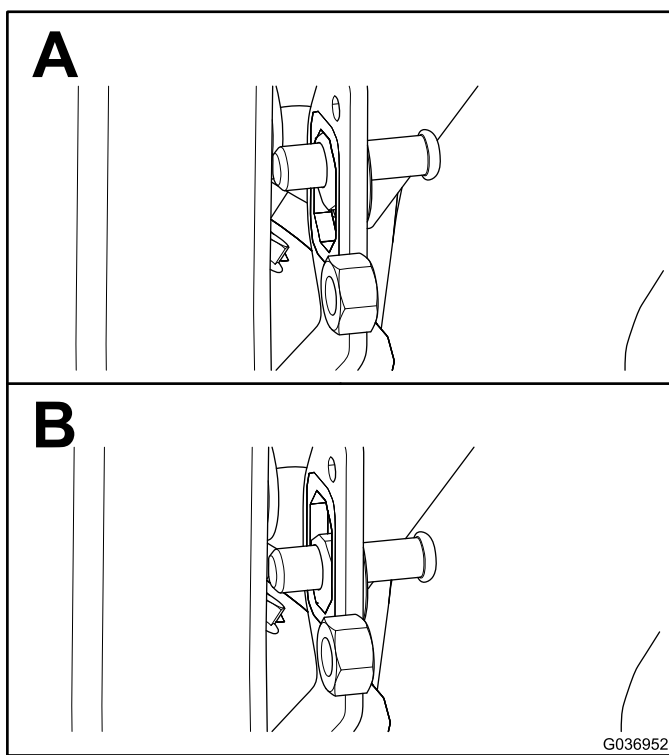

図 4
1. ラッチピンを、レール上のラッチピン取り付けブラケットの中央に合わせる (図 4)。
- 4. ラッチピンが 1.9-2.2 cm に収まったら、図 4 のようにジャムナットを締め付ける。